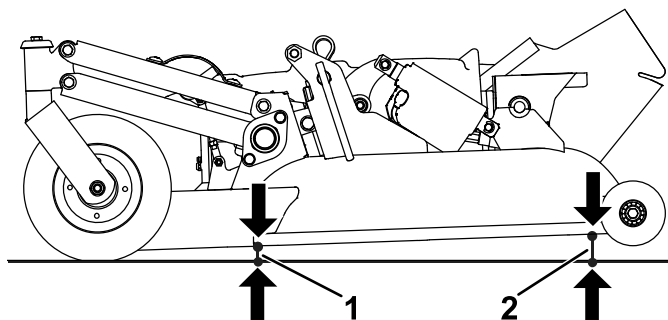

図 98
3. ゲージブロックを使って、プレートが一番前側のエッジから床面までの高さを測る 図 98。
4. ゲージブロックを使って、プレートが一番後側のエッジから床面までの高さを測る 図 98。